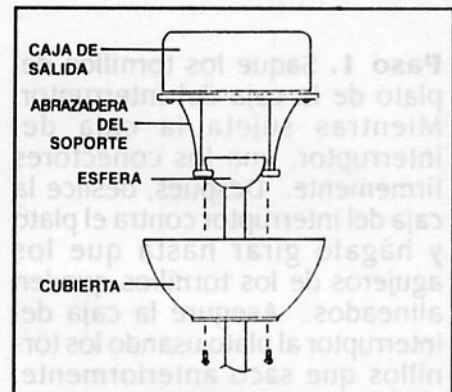

FIG. 13
Paso 2. Deslice la cubierta hacia el techo. Gire la cubierta hasta que los agujeros de los tornillos queden alineados con los dos tornillos que vienen en la abrazadera de soporte. (Fig. 13)